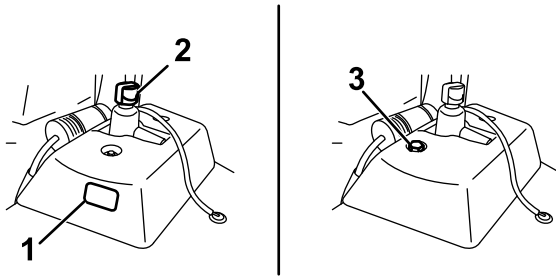

Figura 48
- Si el depósito hidráulico auxiliar tiene mirilla, compruebe el nivel de aceite en la mirilla (Figura 48) y vaya al paso 5.
- Si el depósito hidráulico auxiliar no tiene mirilla, localice la varilla de aceite en la parte superior de la máquina (Figura 48) y vaya al paso 3.